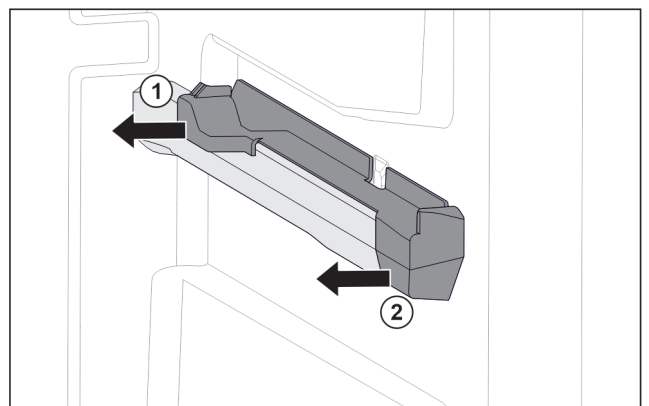

Fig. 39 Insteekelstuk op rechter containerrib
- ▶ Insteekelstuk achter naar de zijkant toe eraf trekken. Fig. 39 (1)
- ▶ Insteekelstuk voor naar de zijkant toe eraf trekken. Fig. 39 (2)